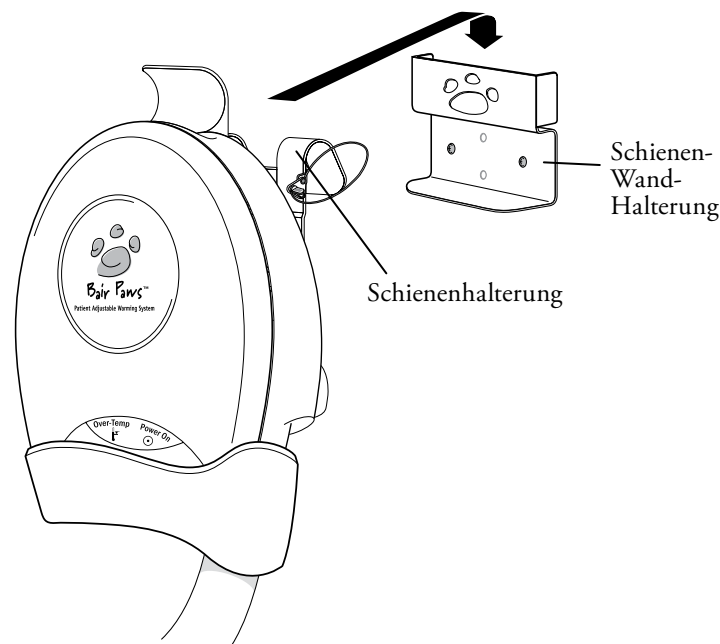

Abb. 5 Anbringen des Erwärmungsgeräts mit einer Schienenhalterung an der Schienen-Wand-Halterung.
1. Die vier Löcher für die Wandbefestigungsschrauben können als Schablone (siehe Abb. 5) verwendet werden, um die Position der Wandverankerungen an der gewünschten Stelle zu markieren. Es wird empfohlen, eine Wasserwaage zu verwenden.
6. Das Erwärmungsgerät mit der befestigten Schienenhalterung wie in Abbildung 5 gezeigt an der Wandschienenhalterung befestigen.